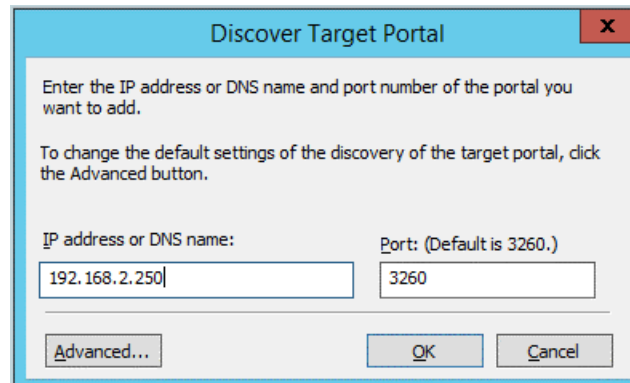

Ilustración 10-4. Dirección IP del portal de destino
5. En el cuadro de diálogo Discover Target Portal (Detectar portal de destino) (Ilustración 10-4):